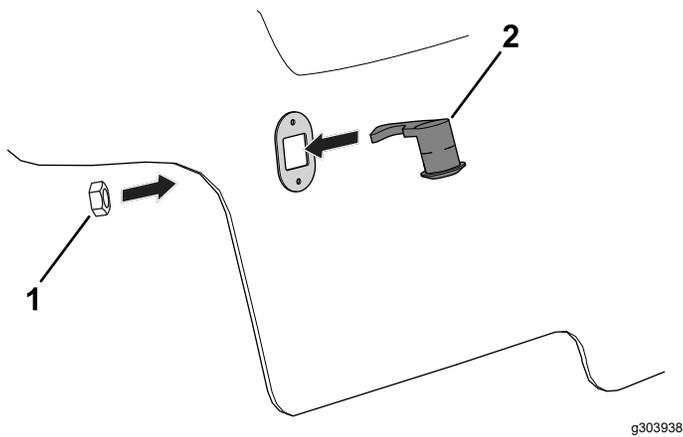

Figure 5
7. Insérez le verrou à clé dans le capot (Figure 5).
8. Utilisez l'écrou de blocage retiré précédemment (Figure 5) pour fixer le verrou à clé sur le capot.